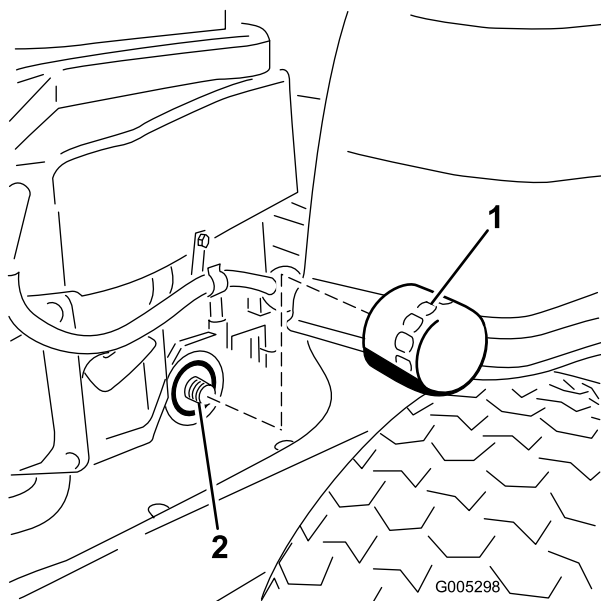

Figura 30
- Localice el filtro de aceite, en el lado derecho del motor. Retire el filtro usado y limpie el adaptador del filtro con un paño (Figura 30).
12. Instale el filtro de aceite nuevo en el adaptador. Gire el filtro de aceite en el sentido de las agujas del reloj hasta que la junta de goma entre en contacto con el adaptador, luego apriete el filtro de 3/4 a una vuelta más (Figura 30). Limpie cualquier exceso de aceite del bastidor.